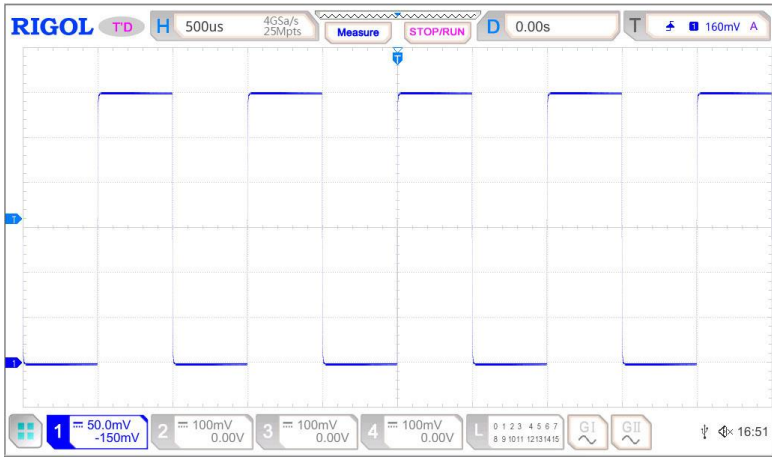

图 9 方波信号
- 观察示波器显示屏上的波形，正常情况下应显示图 9 所示的方波信号。